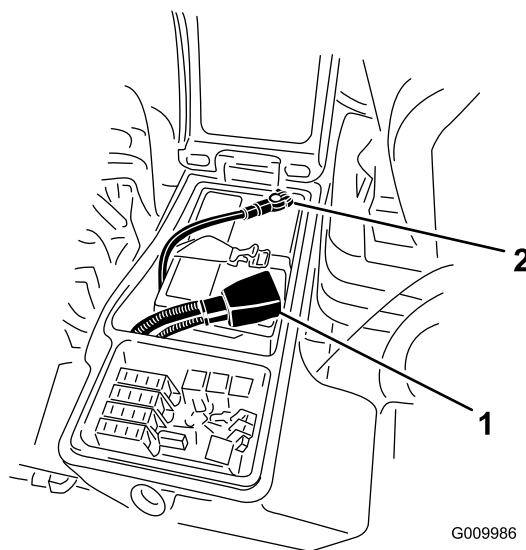

Figura 2
3. Retire el cable negativo (negro) del terminal negativo (-) y el cable positivo (rojo) del terminal positivo (+) de la batería (Figura 2).